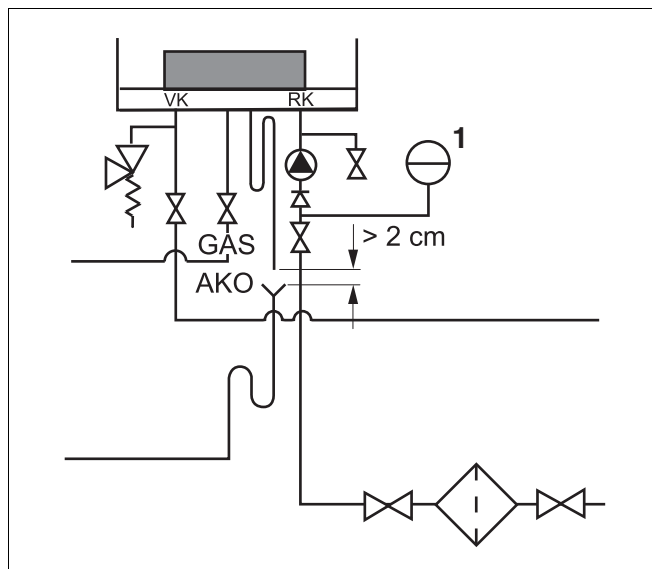

Bild 22 Ansluta expansionskärlet vid separat installation
- Anslut expansionskärlet i värmepannans returledning (RK). Om det finns en växel: Anslut expansionskärlet till den sekundära sidan av växeln i returledningen (bild 22, pos. 1).